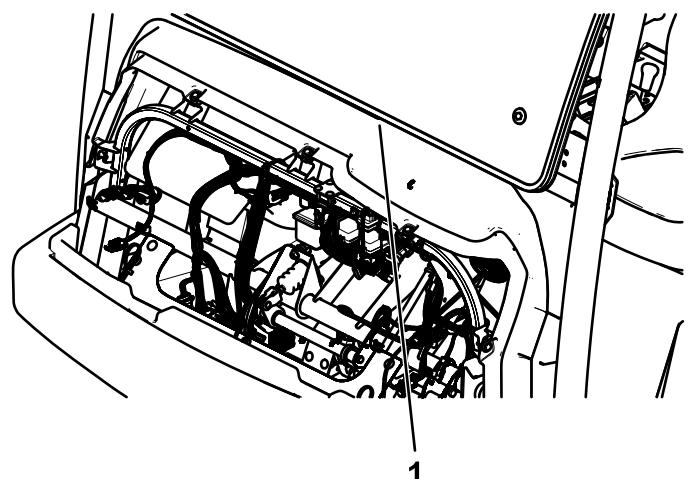

Figura 38
4. Chiudete la luce tra il cruscotto e la cabina regolando il bullone a tutta filettatura ($\frac{1}{2}'' \times 4''$) sinché la piastra di battuta non spinge in alto verso il cruscotto (Figura 38).